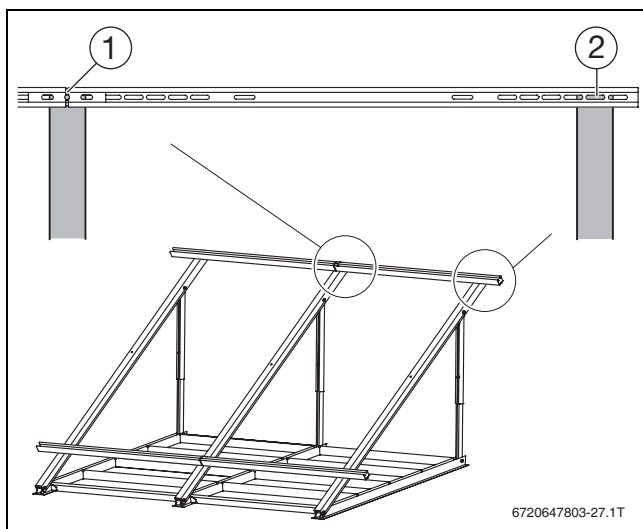

Bild 40
- Profilschienen an Kollektorstützen positionieren, dabei beginnen, wie in → Bild 40 sowie Tabelle 18, 19 und 20 nach Montageart gezeigt.
waagrecht	2. Langloch von rechts (→ Bild 40 [2])
waagrecht	mittiges Loch des Steckverbinders (→ Bild 40 [1])